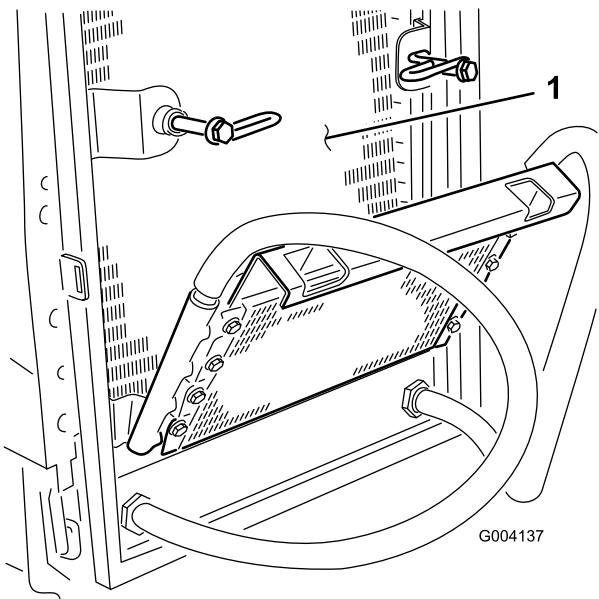

Figura 61
6. Pulite accuratamente entrambi i lati del radiatore dell'olio e del radiatore utilizzando aria compressa (Figura 61).